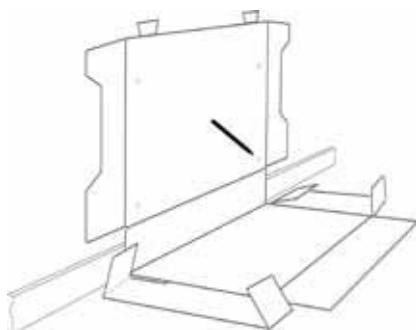

Рис. 3
• Отверстия также могут быть намечены с использованием шаблона. Проверьте, чтобы при разметке шаблон прилегал к стене. См. Рис.3. После разметки закрепите крепежную рамку к стене при помощи 4x шурупов.